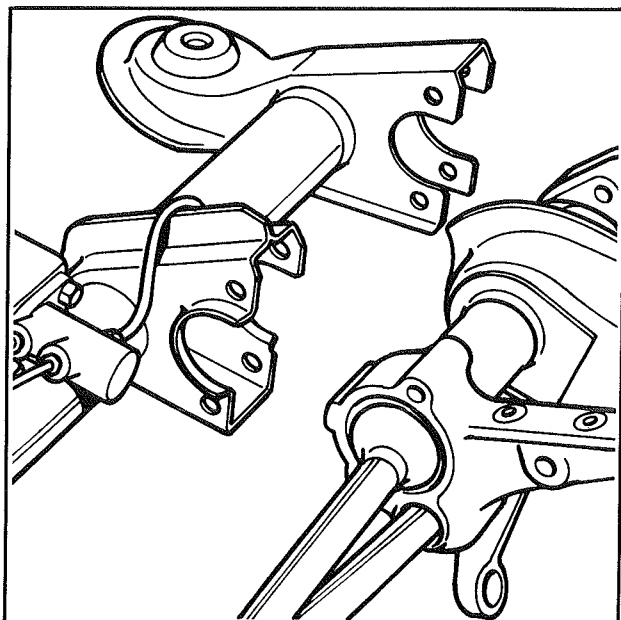

Fig. 7
- Dégager l'ensemble bras AR-barres de torsion (Fig. 7)